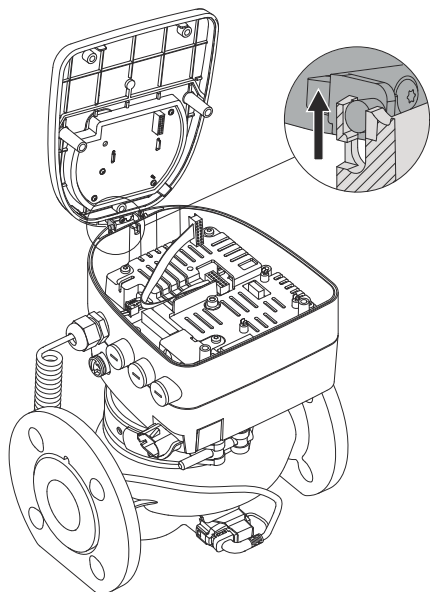

Рис. 6 Снятие передней крышки
2. Откройте переднюю крышку (164). Аккуратно отсоедините кабель дисплея (159a) от передней крышки.
3. Снимите переднюю крышку, раздвинув держатель. См. рис. 6.